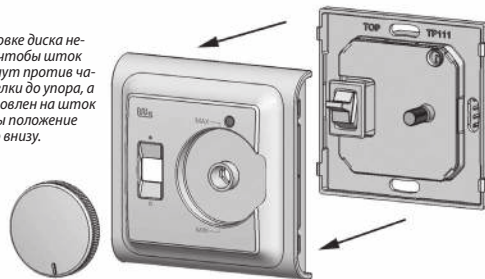

Рис. 4
3. Небольшой плоской отверткой аккуратно нажать на защелки, расположенные слева и справа от лицевой детали прибора, и снять деталь (см. рис. 4).